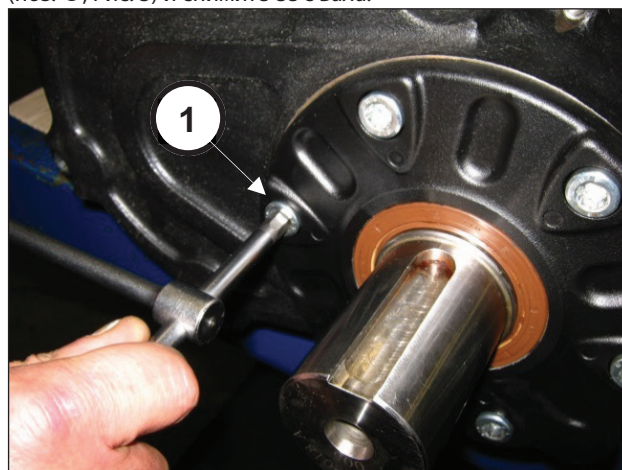

Рис. 3
Открутите винты крепления крышки приводной шестерни (поз. ①, Рис. 3) и снимите ее с вала.